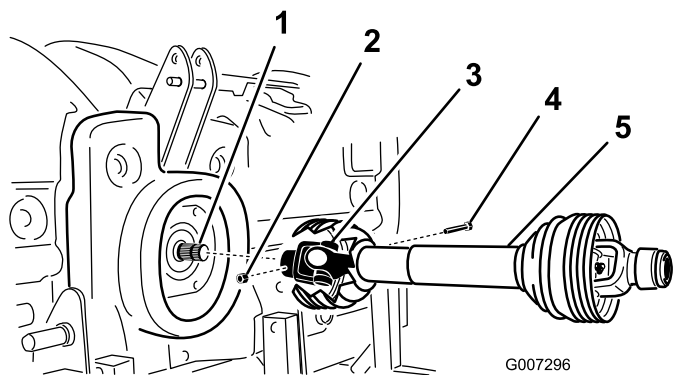

Figura 11
2. Ligue o veio da tomada de força ao eixo de entrada da transmissão com um parafuso ½ x 3 pol. e uma porca ½ pol. (Figura 11).